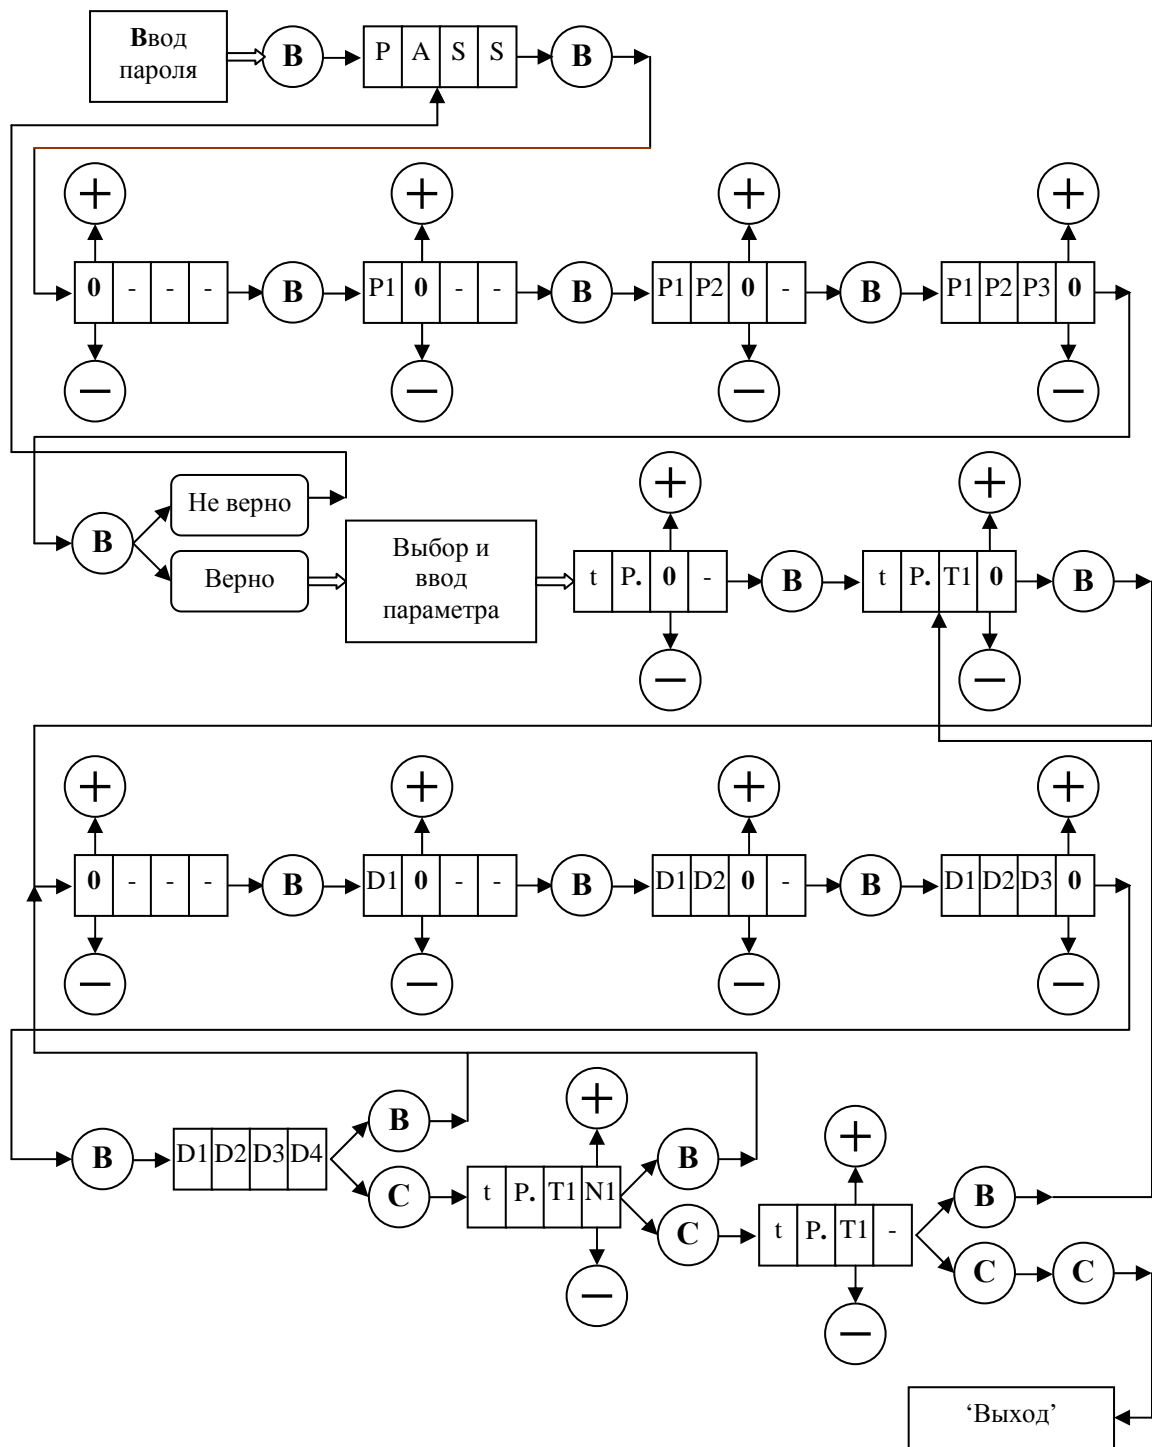

Рис. 3. Ввод параметров БУАД и УСНА с помощью клавиатуры.
3.5.5.10. **Un_P** – пункт меню 1 уровня – редактирование параметров *Устройства*. Этот пункт меню подробно рассмотрен при описании режима '*Редактирование параметров УСНА*'. Диаграмма ввода параметров *Устройства* аналогична диаграмме ввода параметров БУАД и изображена на **рис.3**.
3.5.7.3. На **рис. 3** изображена диаграмма ввода параметров с помощью клавиатуры, где кружки с соответствующими надписями обозначают кнопки клавиатуры, причем буква **В** обозначает **ВВОД**, а буква **С** – **СБРОС**.